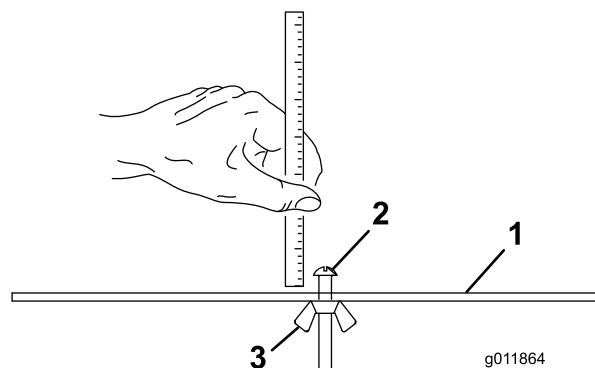

Рисунок 18
2. Ослабьте гайку на измерительной планке (Рисунок 18) и с помощью регулировочного винта установите необходимую высоту скашивания. Расстояние между нижней частью головки винта и лицевой поверхностью планки равно высоте скашивания.